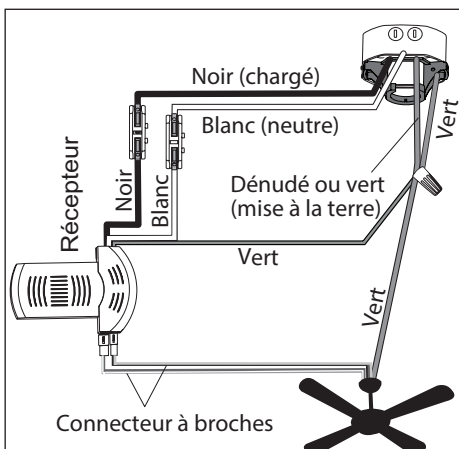

Figure 5.1
1. Effectuez les connexions de câbles suivantes conformément au schéma et aux étapes suivante (Figure 5.1) :